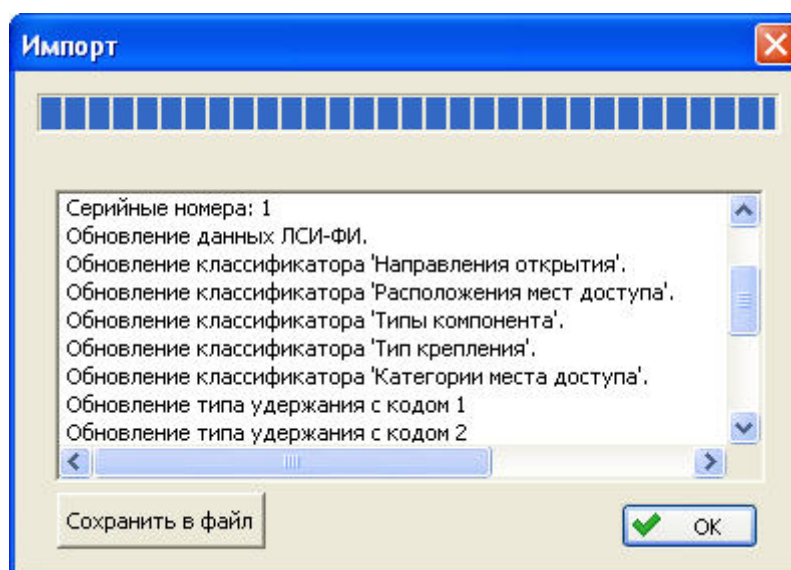

Рис. 17-4
5. После этого откроется окно **Импорт** (рис. 17-4). С помощью кнопки **Сохранить в файл** вы можете сохранить журнал загрузки.